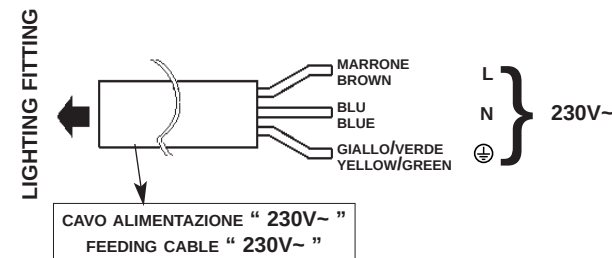

Fig. 1
- Los aparatos de iluminación equipados con LED de un solo color no necesitan ningún mando DMX. Para el funcionamiento correcto es suficiente conectar el cable estandar a la red eléctrica (fig.1).
- Gli apparecchi in versione LEDS a colore fisso non necessitano di controllo DMX e per il corretto funzionamento è necessario solo collegare il cavo standard fornito con l'apparecchio alla rete di alimentazione (Fig.1).
- Der Strahler ist ausgestattet mit einzelnen Farb-LED's, die keine DMX-Steuerung benötigen. Für ein einwandfreies Funktionieren verbinden Sie nur das Standardkabel mit der Stromversorgung (Bild 1).